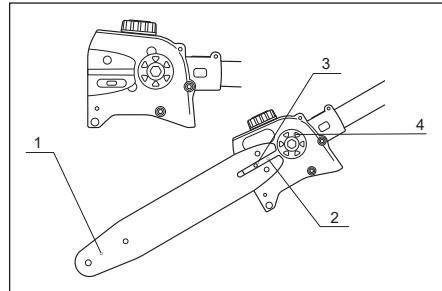

Рис. 18
2. Установите шину 1 (рис. 18) таким образом, чтобы прорезь шины 2 (рис. 18) совпадала с болтом 3 (рис. 18).
4. Заведите цепь за ведущее цепное колесо 4 (рис. 18). Проверьте, хорошо ли поставлены звенья цепи между зубьями цепного колеса. Вставьте звенья в паз шины по периферии шины.